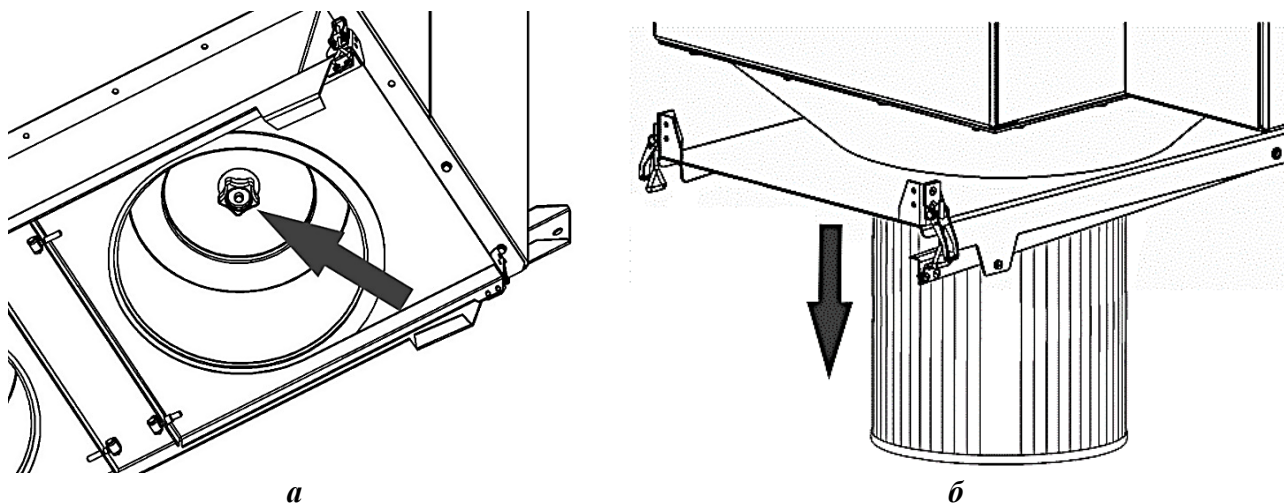

Рисунок 6
2) открутить рукоятки, которые крепят картриджи (рисунок 6а);
3) извлечь картриджи из фильтровальной камеры (рисунок 6б);